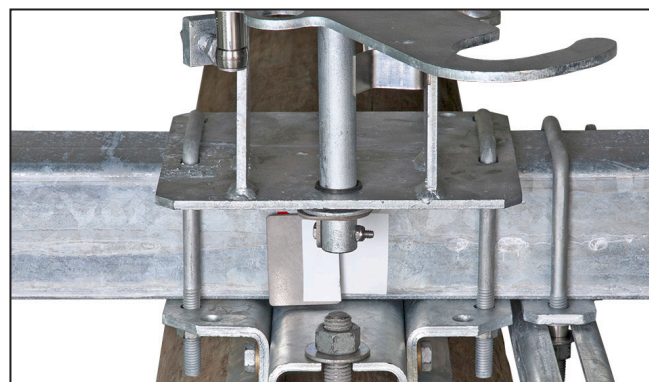

Figura 34. Indicador de la palanca de conmutación en la posición de Cerrado.
**Para Cerrar:** Mediante un estirón vigoroso hacia abajo, jale el “gancho” apropiado del mecanismo de la pértiga a través de todo el trayecto de operación del interruptor sin titubeos. Prepárese para aplicar fuerza adicional al final del trayecto de operación, colocando el enlace operativo en su posición de sobre conmutación. Verifique el indicador de la palanca de conmutación en la base del interruptor para asegurarse que el indicador rojo está totalmente cubierto. Ver Figura 34.